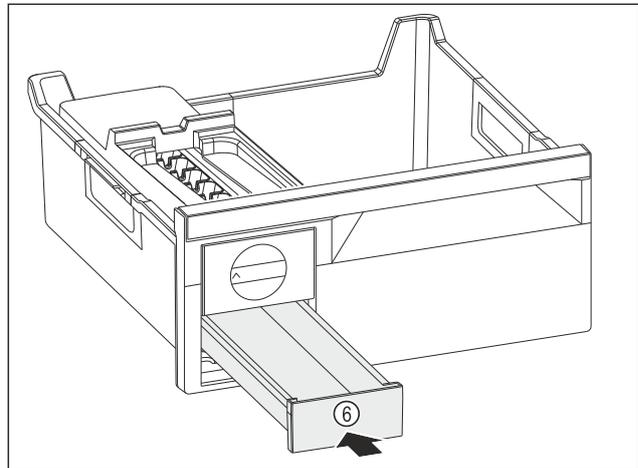

Fig. 146
- ▶ Introducir el cajón para cubitos de hielo Fig. 146 (6).